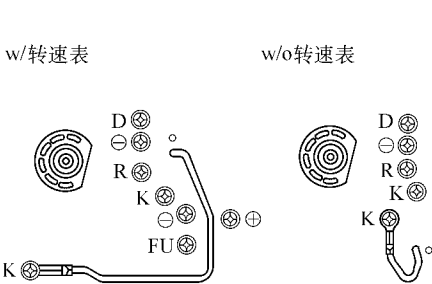

图 18-108 检查速度传感器
(2) 检查速度传感器。检查车速表轴每一转中端子尺和⊖之间是否导通 4 次，如图 18-108 所示。